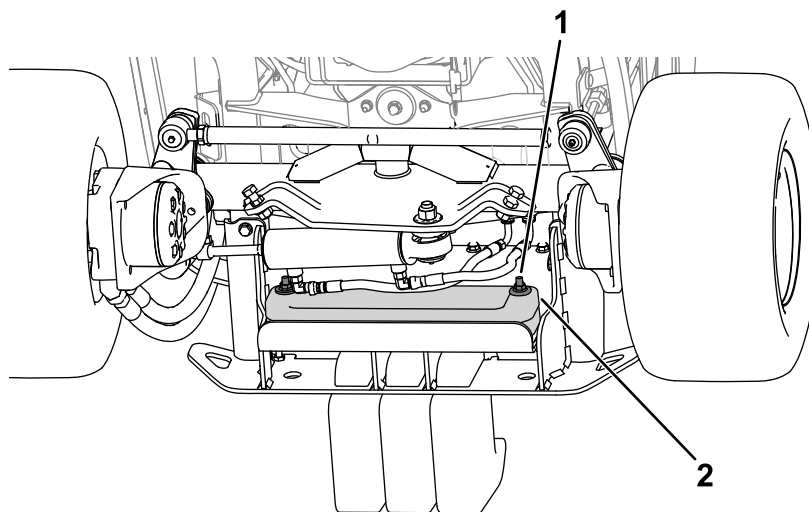

Figure 19
2. Serrez les fixations pour fixer les masses sur le pare-chocs (Figure 19).